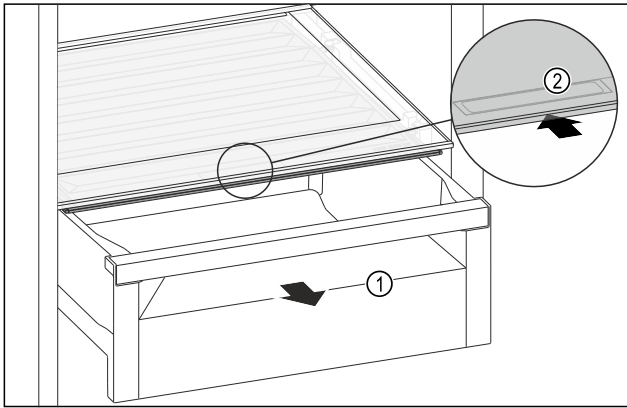

Fig. 221
- ▶ Витягніть висувний ящик Fig. 221 (1).
- ▶ Візьміться за потайну ручку Fig. 221 (2) на кришці відділення й одночасно посуньте кришку відділення назад.